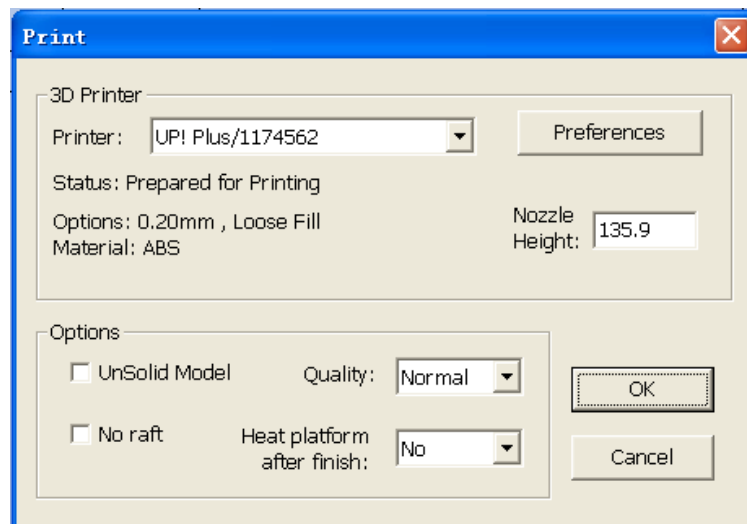

Figure 4-1 Pare-vent
- ◆ La petite *porte* dans le pare-vent de la tête d'extrusion est utilisée pour ajuster le flux d'air afin d'avoir une bonne qualité d'impression pour certains modèles. Généralement, elle devrait être fermée, tel qu'indiqué dans la figure 4-1.